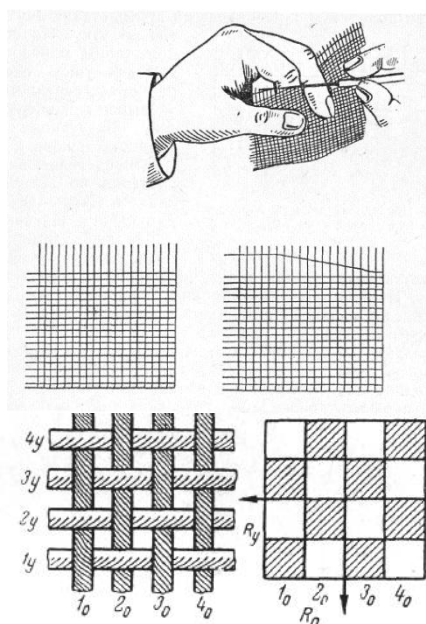

Рис.18. Анализ ткацкого переплетения
Зарисовку продолжают до тех пор, пока рисунок полностью не повторится, т.е. не будет зарисовано 2 раппорта. Если рисунок переплетения в обоих раппортах одинаков, можно считать, что зарисовка произведена правильно. Тогда первую уточную нить сбрасывают, сдвигают вторую и в том же порядке зарисовывают ее переплетение. Так продолжают до тех пор, пока полностью не зарисуют переплетение двух раппортов по утку (рис.18.)
- простые (гладкие или главные) (рис. 18 – 23):